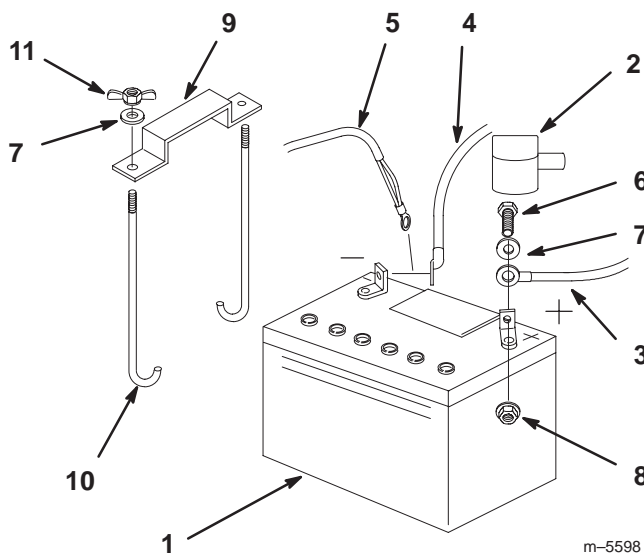

Figure 57
1. Placez la batterie dans son support en tournant les bornes vers le moteur (Fig. 57).
4. Fixez les câbles à l'aide de 2 boulons (1/4 x 3/4"), 2 rondelles (1/4") et 2 contre-écrous (1/4") (Fig. 57).
6. Fixez la batterie en position avec des boulons en J, une barrette de maintien et 2 rondelles (1/4"), ainsi que 2 écrous papillons (1/4") (Fig. 57).
3. Débranchez d'abord le câble négatif et le câble de masse de la borne négative (–) de la batterie (Fig. 57).
4. Ôtez le capuchon rouge de la borne positive (rouge) de la batterie. Retirez ensuite le câble positif (rouge) de la batterie (Fig. 57).
5. Retirez les deux écrous papillons (1/4") de fixation de la barrette de maintien de la batterie (Fig. 57).